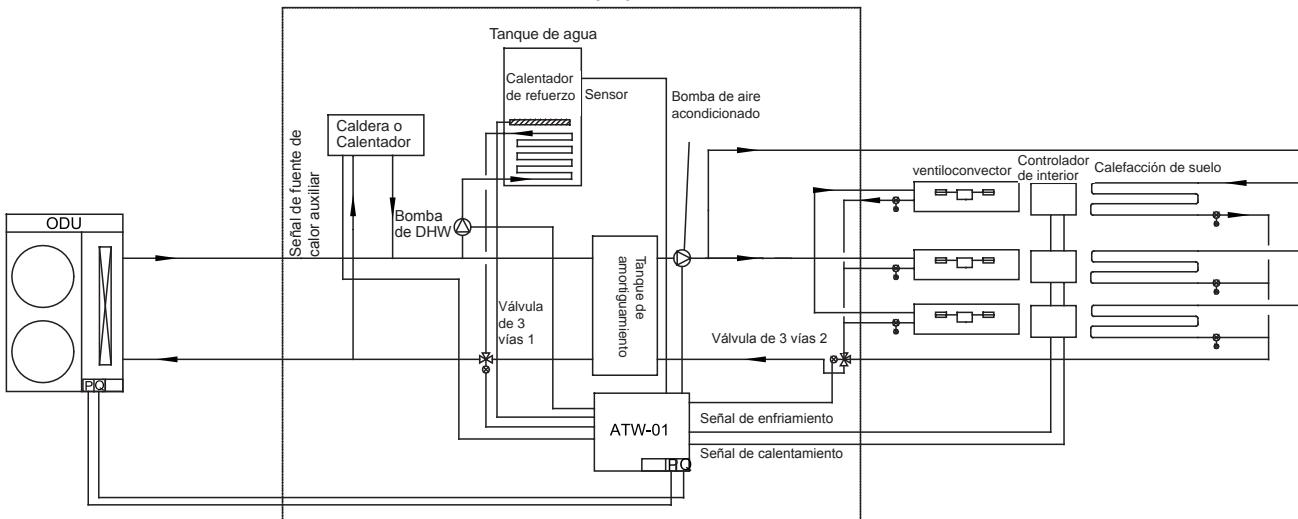

Figura.3 DHW controlado por YR-E27
- YR-E27 junto con el sensor de temperatura de DHW (conectado a CN31), que se insertará en tanque de DHW, mientras que BM1-1 del PCB exterior se configurará en Apagado (Figura.3);